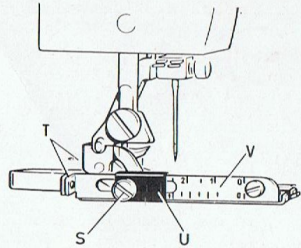

Abb. 70
Bei gelüftetem Nähfuß wird die Schraube « E » (Abb. 70) gelockert, während man den Daumen der rechten Hand gegen den rechten Winkel « T » (in der Zeichnung nicht sichtbar, vom Nähfuß verdeckt) drückt und damit die bewegliche Sohle des Nähfusses verschiebt. Mit der anderen Hand verstellt man den Läufer « U » so weit, bis sein vorderes Ende auf den Wert der Gradeinteilung « V » zeigt, den man für die Anfertigung des Knopfloches benötigt.
- f) Das Knopfloch wird durchtrennt: Man fasst gleichzeitig mit den Fingern die Winkel « T » (Abb. 70) der beweglichen Sohle des Nähfusses unten und zieht nach der Rückseite der Maschine hin. Bei Beendigung des Schnittes schnellt das Messer automatisch wieder in seine Ausgangsstellung zurück.